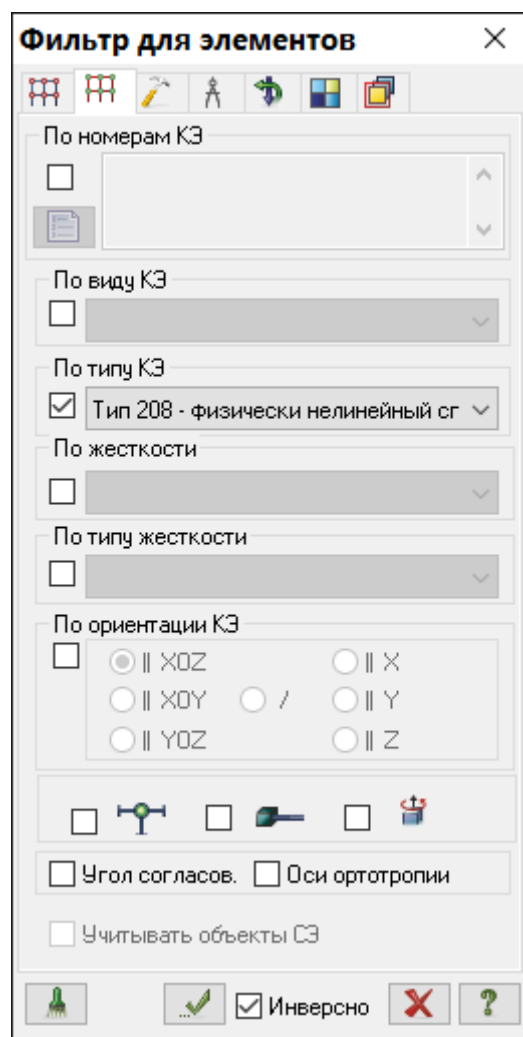

Рис.10.14. Диалоговое окно **Фильтр для элементов**
- Далее установите флажок **По типу КЭ** и в раскрывающемся списке с помощью курсора выберите строку **Тип 208 – физически нелинейный специальный двухузловой КЭ предварительного натяжения** (рис.10.14).